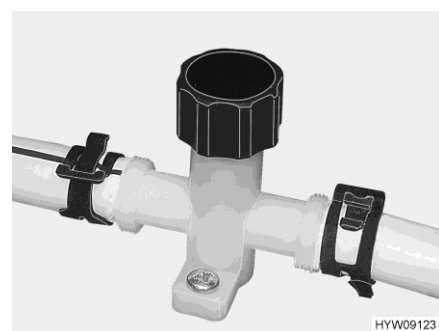

Fig. 115 Robinet de vidange (conduite d'eau)
- Fermer les robinets de vidange. Tourner pour cela le capuchon du robinet de vidange (Fig. 115) dans le sens des aiguilles d'une montre.